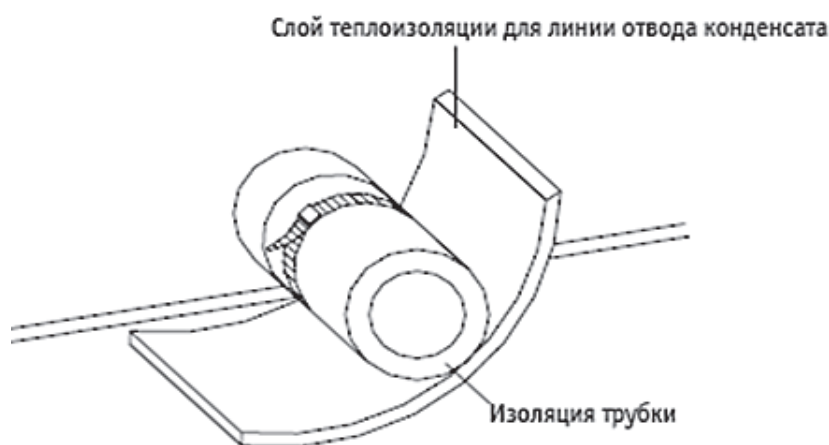

Рис. 13. Теплоизоляции линии отвода конденсата
- а. Линия отвода конденсата рекомендуется выполнить с уклоном 5-10°. Это облегчит отвод воды. Линию отвода и стыки линии отвода конденсата необходимо обернуть теплоизоляционным материалом во избежание конденсации влаги из воздуха и протечек (см. рис. 13).